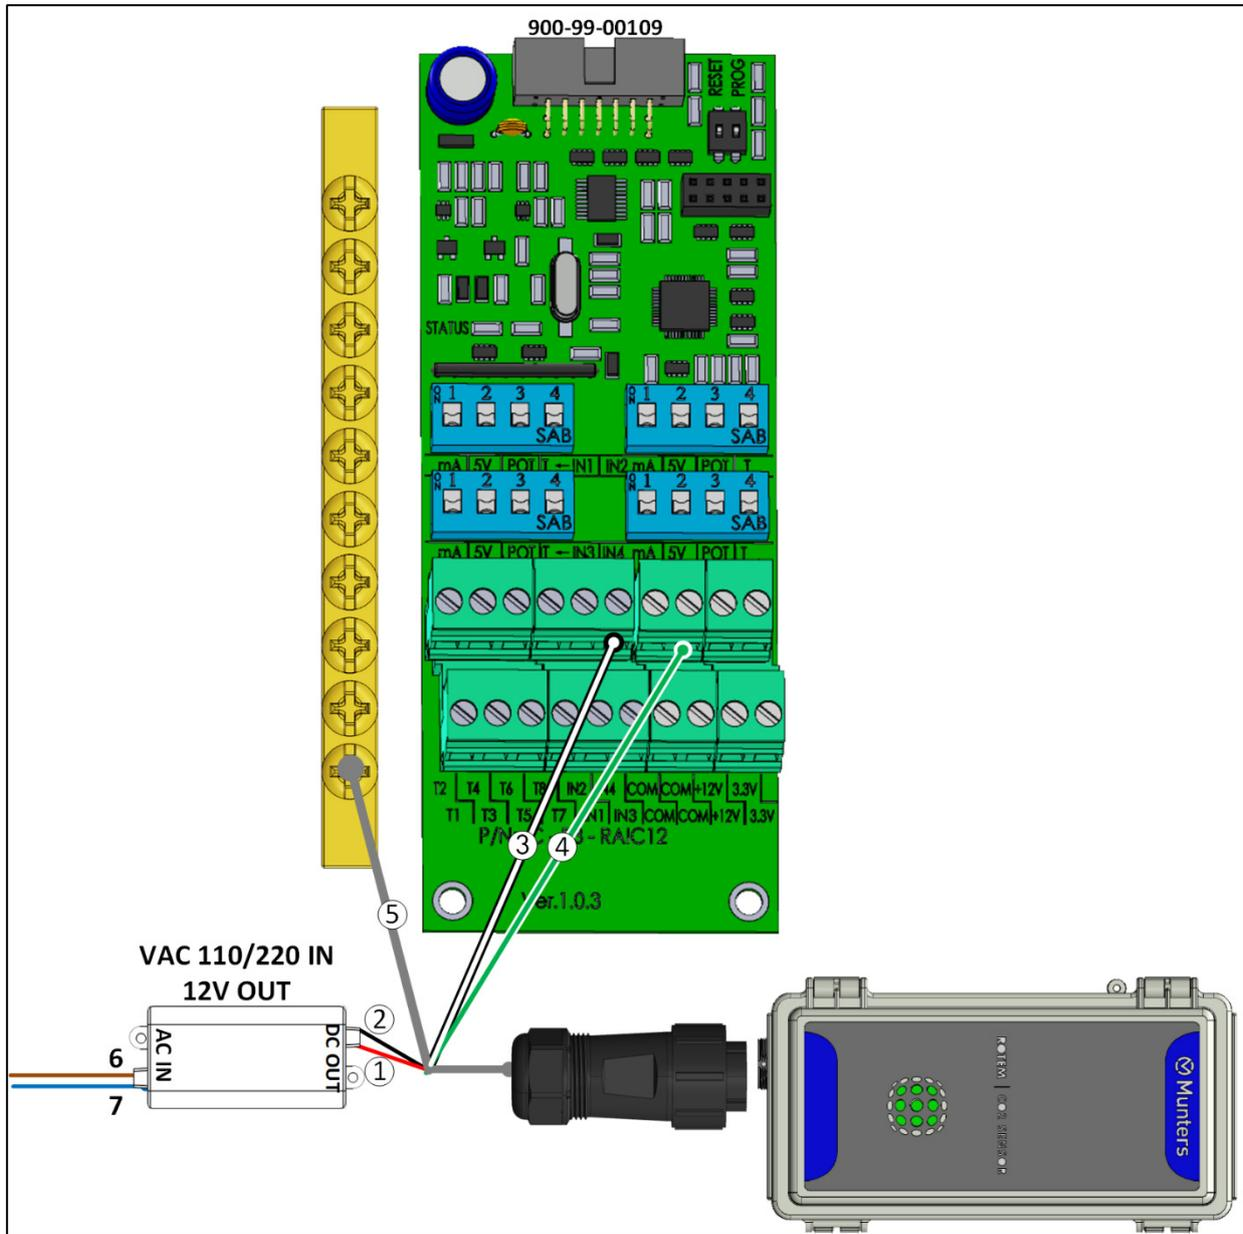

图 14: Platinum Pro 电源供应布线
1. 如指示图 14 中，连接传感器的另一端至电源供应和Platinum Pro版模拟输入卡。